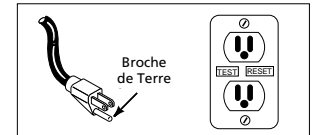

Figure 1
11. Cet équipement est seulement pour l'usage sur 120 volts (monophasé) et est équipé avec un cordon approuvé de 3 conducteurs et une fiche de terre à 3 broches indiquée sur le Figure 1.
**Pour réduire le risque de secousse électrique**, le moteur doit être correctement mis à la terre avec sûreté. Ceci peut être accompli par les méthodes suivantes enfoncer la fiche directement dans une prise de courant de terre à 3 broches de terre qui a été bien installée (indiqué sur le Figure 1).
13. Il est prudent de brancher ce modèle à une prise avec un disjoncteur DDFT. Consulter avec un électricien pour des informations concernant l'installation et la disponibilité (Voir Figure 1).